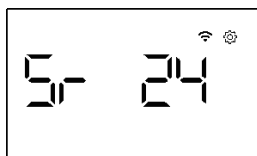
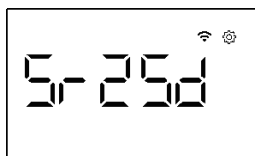

图24
图25
- 2.反复短按“选择”键，直到屏幕显示“Sr xx”，如图24，24表示服务到期还有24个月。当服务到期不足30天时显示天数，如图25，表示服务到期还有25天；